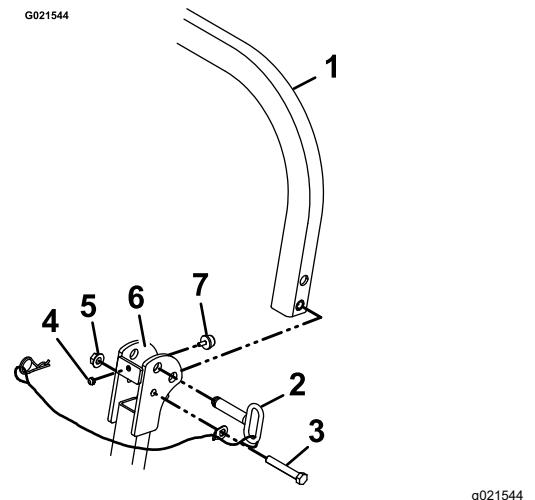

Figura 4
- Lubrificate leggermente le superfici interne delle piastre di montaggio all'estremità superiore dei tubi del roll bar inferiore (Figura 4).
- Individuate la sezione superiore a forma di U del roll bar, e montate la sezione superiore del roll bar utilizzando una vite a testa esagonale (1/2" x 3 1/4") e un dado di bloccaggio (1/2") su ogni lato (Figura 4).
- Sollevate il roll bar in posizione verticale, montate il perno di chiusura (la maniglia ovale deve essere rivolta verso la parte esterna della macchina), e fissare con la coppiglia su ogni lato (Figura 4).